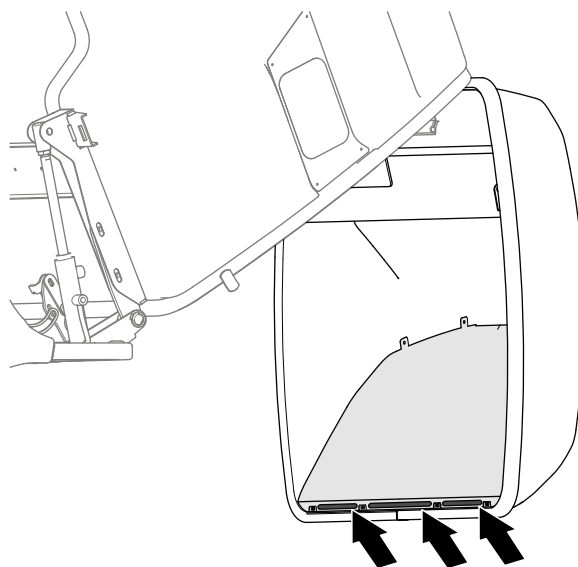

Figure 141
6. Avec de l'air comprimé, nettoyez l'herbe et les débris présents dans les fentes au bas de la plaque métallique interne de la trappe de la trémie (Figure 141).